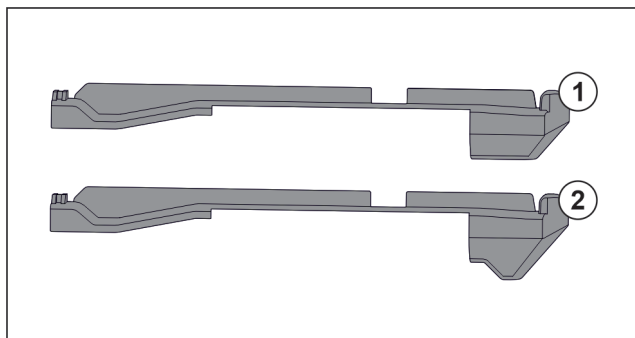

Fig. 78 Porovnání nasazovacích dílů
V přístroji se nacházejí dva různé nasazovací díly. Nasazovací díl nad nejspodnější zásuvkou Fig. 78 (2) má hranu trojúhelníkového tvaru. Všechny ostatní nasazovací díly Fig. 78 (1) mají rovnou hranu.
- ▶ Nasazovací díl Fig. 78 (2) s hranou trojúhelníkového tvaru připevněte nad nejspodnější zásuvkou.
- ▶ Nasazovací díl Fig. 78 (1) s rovnou hranou připevněte na všech ostatních místech.